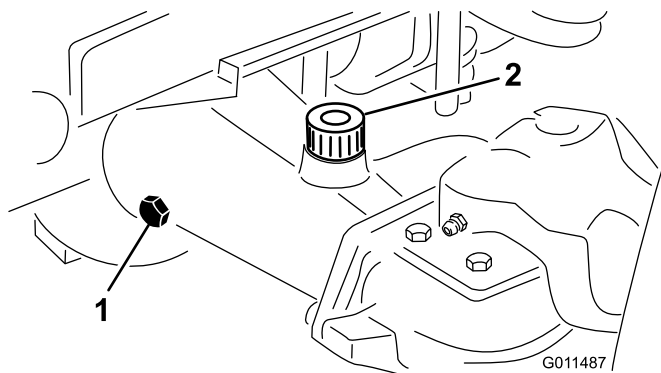

Figura 15
2. Retire o tampão de verificação que se encontra numa das extremidades do eixo (Figura 15) e certifique-se de que existe lubrificante até ao fundo do orifício. Se o nível estiver baixo, retire o tampão de enchimento (Figura 15) e adicione lubrificante suficiente para o nível de lubrificante subir até ao fundo do orifício do tampão de verificação.